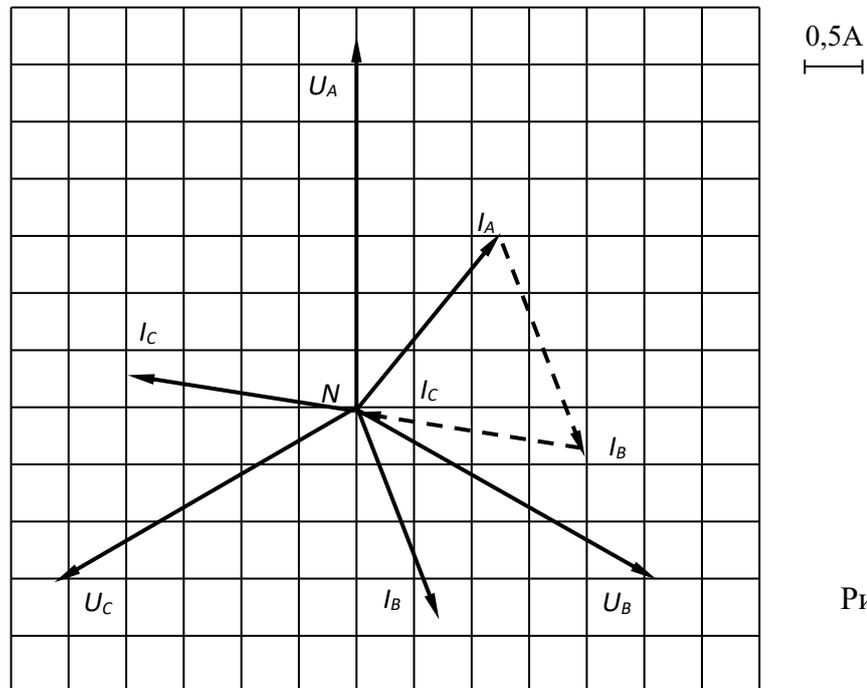

Рис. 1.40
14. Из векторной диаграммы (рис. 1.40) видно, что вектора токов I_A , I_B